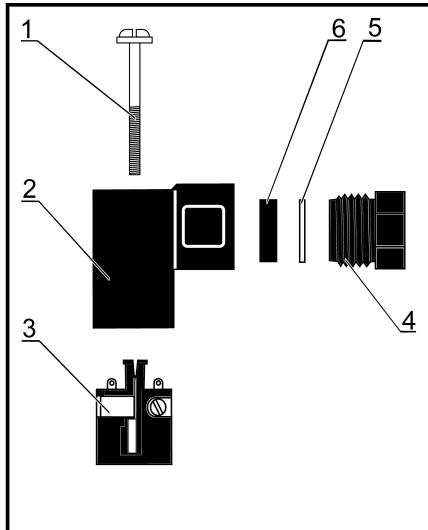

Рисунок 7.2
- из кабельной части соединителя, зацепив за специальный паз в углу контактного поля узкой плоской отверткой, как это показано на рисунке 7.1, вынуть контактодержатель 3 (здесь и далее – рисунок 7.2) из корпуса кабельной части соединителя 2;